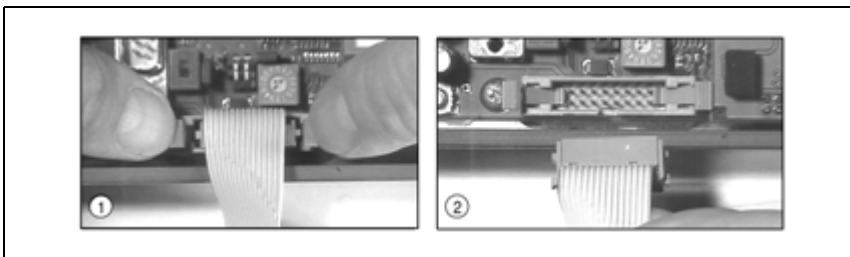

Bild 6.10: Lösen des Flachbandkabels im MA 10
Die beiden Gehäusehälften sind jetzt nur noch über das Flachbandkabel miteinander verbunden. Sie können das Flachbandkabel auf der Elektronik-Leiterplatte zur besseren Zugänglichkeit auch wie in Bild 6.10 gezeigt lösen.
- ↪ Drücken Sie vorsichtig, wie in Bild 6.10 unter ① gezeigt, gleichzeitig die beiden Arretierungshebel des Flachbandkabel-Steckverbinders nach unten, um die Verbindung zu lösen.
Das Kabel ist nun frei (② in Bild 6.10), und Sie können die Gerätehälfte mit der Elektronik und den Anschlussklemmen zum unbehinderten Anschließen abnehmen.